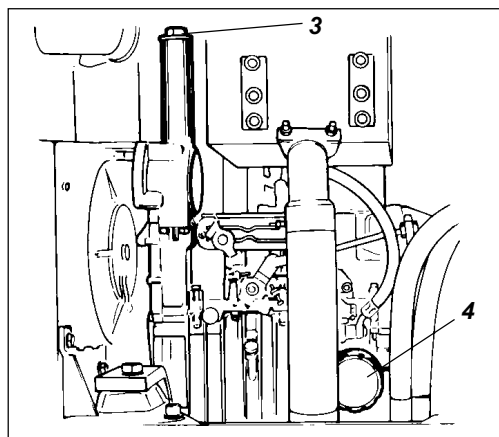

Рис. 19. Отделение двигателя, левая сторона
3. Снять крышку маслоналивного отверстия (3), см. рис. 19, и вывинтить заглушку (2), установленную на конце сливного шланга. Дать возможность всему смазочному маслу двигателя вылиться в подставленный сосуд емкостью 5 литров.
4. Демонтировать старый масляный фильтр (4) и заменить его новым фильтром, см. рис. 19.
5. Снова установить заглушку (2) на конце сливного шланга и подвесить шланг в держателе шланга, расположенном на двигателе.
6. Залить в двигатель свежее смазочное масло. Качество используемого моторного масла должно соответствовать инструкциям, приведенным выше в разделе «Смазочные материалы». Снова установить крышку маслоналивного отверстия (3). По указателю уровня масла проверить, что уровень смазочного масла в двигателе нормальный. Запустить двигатель и, осмотрев фильтр со всех сторон, убедиться в его герметичности по отсутствию протечек масла.